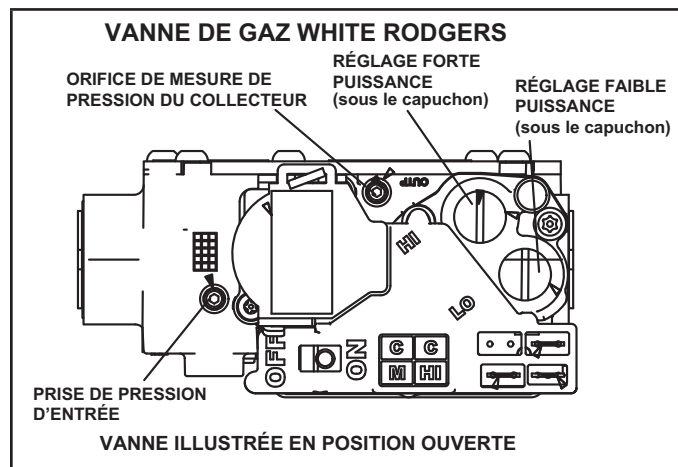

FIGURE 62
Fonctionnement de la vanne de gaz (FIGURE 62)
- 6 - Mettre le contacteur de la vanne de gaz sur «OFF». Voir FIGURE 62.
- 8 - Mettre le contacteur de la vanne de gaz sur «ON». Voir FIGURE 62.
Une connexion située sur la vanne de gaz permet d'accéder à la pression d'alimentation. Voir FIGURE 62. Dévisser la vis à tête hexagonale de 3/32 d'un tour, brancher un tube de 5/16 po et brancher un manomètre pour mesurer la pression d'alimentation. Voir le TABLEAU 25 pour la pression de la conduite d'alimentation.
Une connexion située sur la vanne de gaz permet d'accéder à la pression du collecteur. Voir FIGURE 62. Dévisser la vis à tête hexagonale de 3/32 d'un tour, brancher un tube de 5/16 po et brancher un manomètre pour mesurer la pression du collecteur.
- 5 - Au besoin, faire les ajustements nécessaires. La FIGURE 62 indique l'emplacement des vis de réglage des puissances mini et maxi.